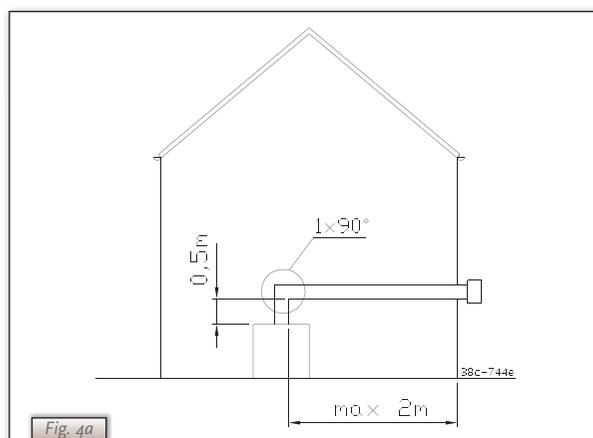

Fig. 4a
- ▬▬▬▬ Da notare che se si installa un tubo verticale da 1 a max 4 metri, la lunghezza orizzontale massima non dovrebbe superare i 3 metri (esclusa la guida per l'immissione dell'aria; vedi Fig. 4a)
Attenzione Si noti che se si installa un tubo verticale da 0,5 mt sull'apparecchio, la lunghezza orizzontale non deve superare 1 metro. La guida dell'immissione dell'aria andrebbe rimossa (vedi 6.8.2.). (vedi l'esempio alla Fig. 4a)
b) Lunghezza verticale del tubo minima di 1 metro e massima di 4 metri, in combinazione con una curva da 90° ed una lunghezza orizzontale del tubo massima di 3 metri e un condotto a parete (vedi Fig. 4a).